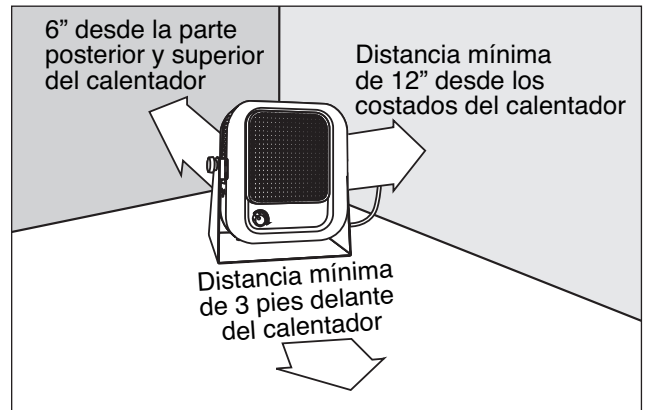

Figura 3
5. El calentador debe mantenerse sin obstrucciones: Distancia mínima de 3 pies por delante, 6 pulgadas por detrás y por encima, y 12 pulgadas como mínimo por los costados. Vea la figura 3.